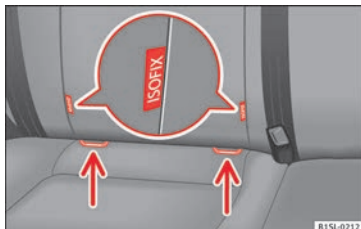

Fig. 21 Sul sedile del veicolo: versioni diverse per l'identificazione dei punti di ancoraggio inferiori per i seggiolini per bambini.
- Tenere presenti le istruzioni del produttore per montare e smontare il seggiolino » ❶.
- Incastrare il sedile per bambini sugli anelli di fissaggio » fig. 21, nel senso della freccia. Il seggiolino deve incastrarsi in modo sicuro e udibile.
- Collocare il seggiolino sulla seduta e agganciare i ganci delle cinture di fissaggio negli anelli di fissaggio » fig. 21.